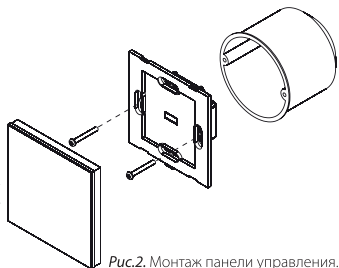

Рис.2. Монтаж панели управления.
- 3.4. Зафиксируйте корпус панели в монтажной коробке (Рис.2).